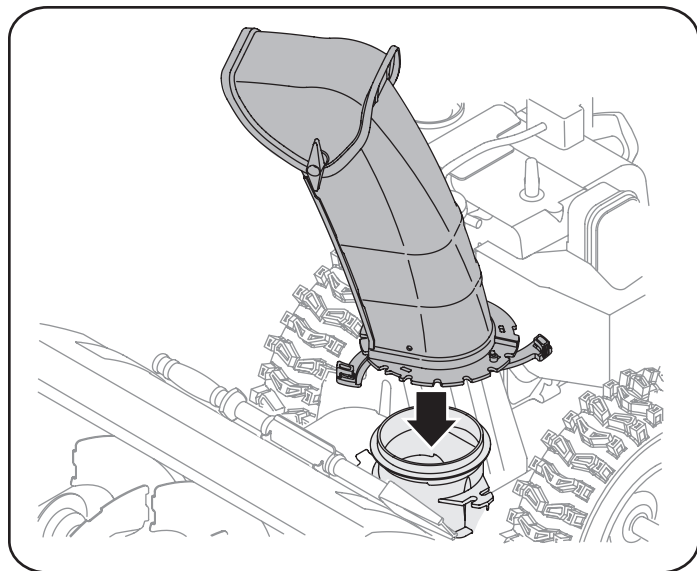

Figura 3
3. Sitúe el montaje del canal sobre la base. Vea la figura 3.